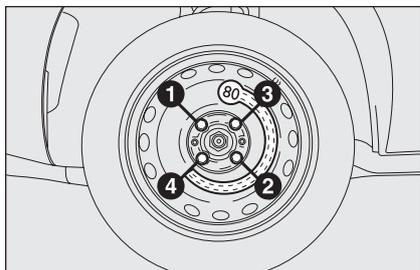

fig. 15
- en se servant de la clé fournie, visser à fond les boulons, suivant l'ordre numérique illustré sur la fig. 15 ;
- ❑ en se servant de la clé fournie, visser à fond les boulons suivant l'ordre numérique illustré sur la **fig. 15** pour la roue galette ;